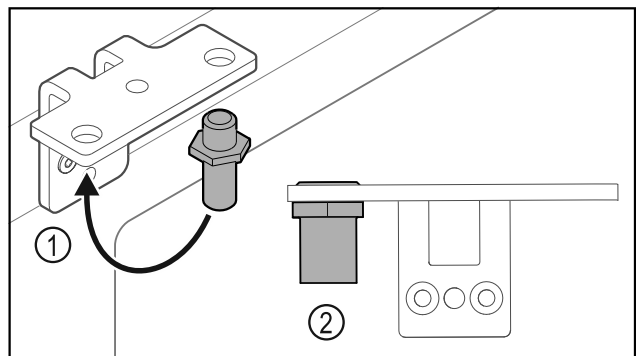

Fig. 33
- ▶ Перемістити палець Fig. 33 (1) у шарнірному кутику.
- ▶ Затягнути палець Fig. 33 (2) з **обертальним моментом 12 Нм**.